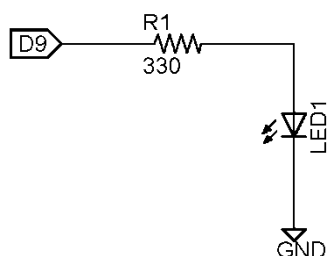

図 2.49 LED 回路
- (1) 図 2.49 の LED 回路をブレッドボード上に作成あるいは演習 2.3.4 の回路を利用する。